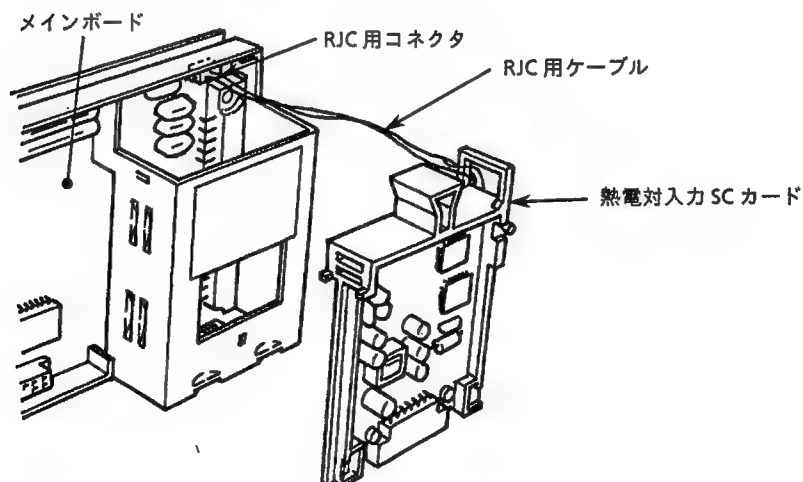

図 11.7 RJC 用コネクタの取り外し
- ③熱電対入力SCカードの場合、RJC用コネクタを外します(図11.7参照)。